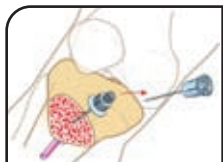

Figura 7
10. Rimuovere il manipo e lo stiletto. Tenere fermo l'attacco del set ago con una mano mentre si scollega il manipo dal set ago. Rimuovere lo stiletto dal catetere tenendo fermo ancora una volta l'attacco con una mano e ruotando lo stiletto in senso antiorario con l'altra. Una volta allentato, estrarre lo stiletto e gettarlo immediatamente in un apposito contenitore per materiali taglienti e pericolosi sotto il profilo biologico (Figura 7).